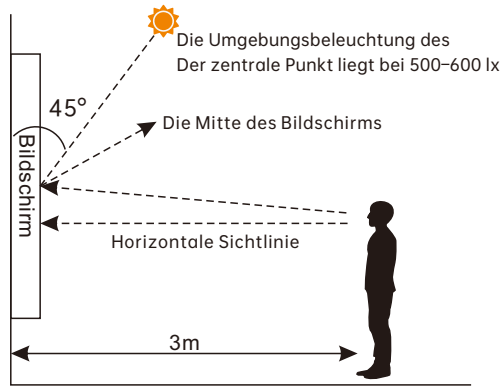
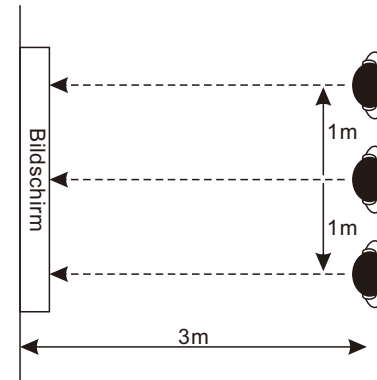

Abbildung 1 Seitenansicht
Abbildung 2 Draufsicht
(Bild 1)
(Bild 2)
- Im linken Bild (Bild 1) ist es so, wenn das rote Licht leuchtet normal funktioniert. Ob das rote Licht oder das grüne Licht ist Blinkt, es handelt sich um eine Codeübereinstimmung und eine ungewöhnliche Situation. Bitte wenden Sie sich an den Kundendienst.
- Stellen Sie im linken Bild (Bild 2) sicher, dass die Stromversorgung gewährleistet ist. Der Kabelstecker wird in die Produktbuchse gesteckt. Nach dem Wenden Am roten Netzschalter leuchtet das rote Licht, um anzuzeigen Einschaltzustand; wenn der Netzschalter ausgeschaltet ist und das rote Licht ist aus, es ist der ausgeschaltete Zustand;
- (1). Bitte heben Sie den Bildschirm dieses Produkts in die Nähe der Wand, damit der Betrachter den Film aus einer Entfernung von 3 Metern betrachten kann weg vom Bildschirm;
- (2). Der Beobachter muss den Schatten in der normalen Lichtumgebung (Beleuchtung 500-600 lx) beobachten;
- (3). Der Abstand zwischen dem Betrachter und der Vorderseite des Bildschirms sollte 3 Meter und der Mittelpunkt betragen Die Höhe des Bildschirms sollte nahe oder höher als die horizontale Sichtlinie liegen (wie in Abbildung 1 dargestellt), und die Beobachtung sollte dies auch tun am Mittelpunkt, 1 m nach links und 1 m nach rechts (wie in Abb. 2 gezeigt).